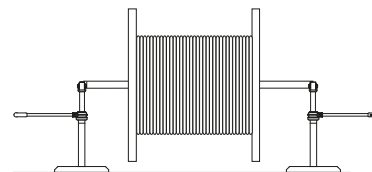

Figure 4
6. Tourner l'autre poignée du porte-bobine jusqu'à ce que l'axe soit de niveau et que le dévidoir tourne librement. (Fig. 4)